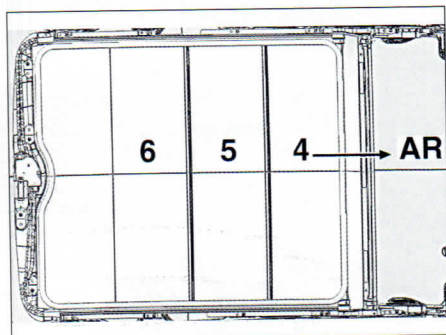

FIG. 68
Actuando sobre el mando (3) por presiones sucesivas, separar las 3 primeras trampillas ocultadoras (4, 5 y 6) hacia atrás, una después de otra (fig. 68).